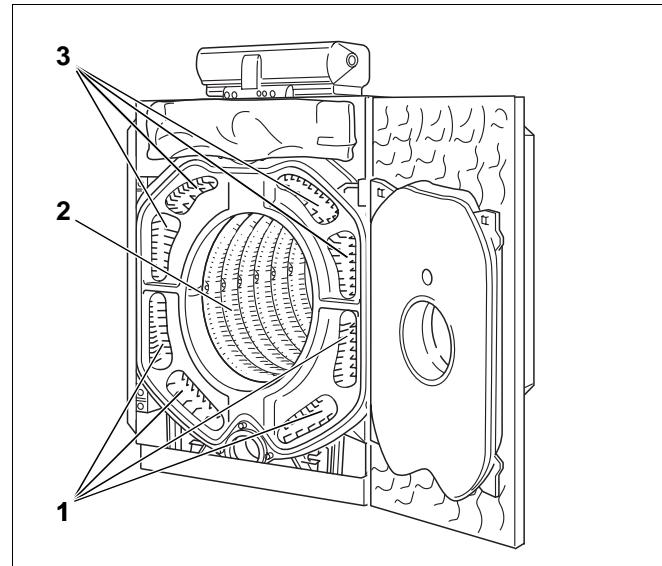

Рис. 58
- Газоотводящие каналы следует прочищать щетками 4 и 5 (рис. 58, **поз. 1 и 3**).
- Топочную камеру (рис. 58, **поз. 2**) нужно чистить щеткой 8.